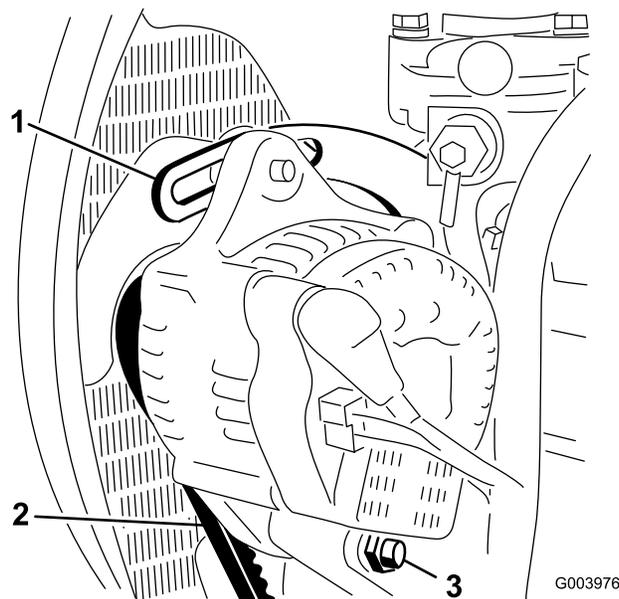

図 67
2. オルタネータ側プーリとクランクシャフト側プーリ間の中央部でオルタネータベルト(図 67)を指で10 kg程度の力で押してベルトの張りを点検する。
3. ブレースをエンジンに固定しているボルト(図 67)と、オルタネータをブレースとピボットボルトに固定しているボルトをゆるめる。